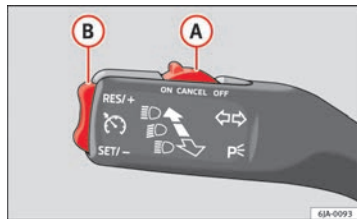

Abb. 110 Blinklicht- und Fernlichthebel; Schalter der Geschwindigkeitsregelanlage
- Drücken Sie den Schalter **(A)** ⇒ Abb. 110 in die Position **ON**.
- Drücken Sie die Wippe **(B)** ⇒ Abb. 110 ⇒ Seite 158 in die Position **RES**.
- Sie können die gespeicherte Geschwindigkeit durch Drücken der Wippe **(B)** ⇒ Abb. 110 ⇒ Seite 158 in die Position **SET** verringern.
Die Geschwindigkeitsregelanlage **schaltet sich vorübergehend ab**, wenn Sie die Taste **(A)** → Abb. 110 ⇒ Seite 158 in die Position **CANCEL** drücken oder das Brems- bzw. Kupplungspedal betätigen.
- Drücken Sie den Schalter **(A)** → Abb. 110 ⇒ Seite 158 in die Position **OFF**.